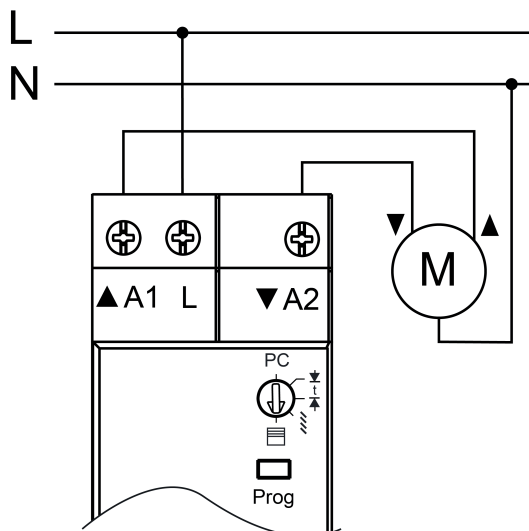

Figura 3: Ejemplo de conexión
- Conectar la carga según el ejemplo de conexión (figura 3).